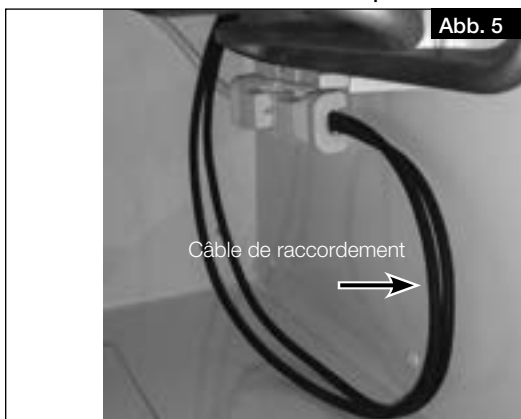

Abb. 5
6. Coller les supports adhésifs fournis sur le côté de la paroi de l'appareil (fig. 5).